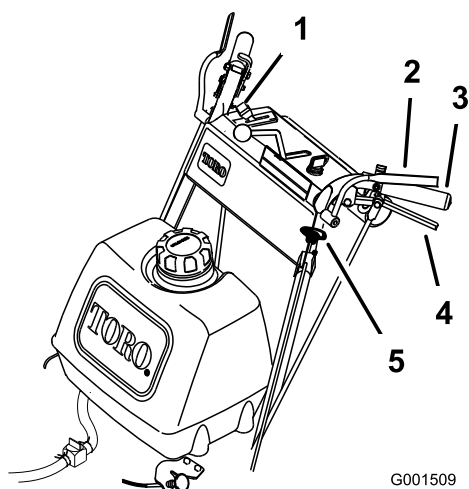

Figura 12
1. Para engranar las cuchillas, apriete las palancas de Control de Presencia del Operador (CPO) contra las empuñaduras de los manillares (Figura 12).
1. Empuje hacia abajo el mando de control de las cuchillas (PTO) a la posición de desconectado (Figura 12).
2. Si suelta las palancas de Control de Presencia del Operador (CPO), se parará el motor y se detendrán las cuchillas (Figura 12) con la palanca de control de las cuchillas engranada.